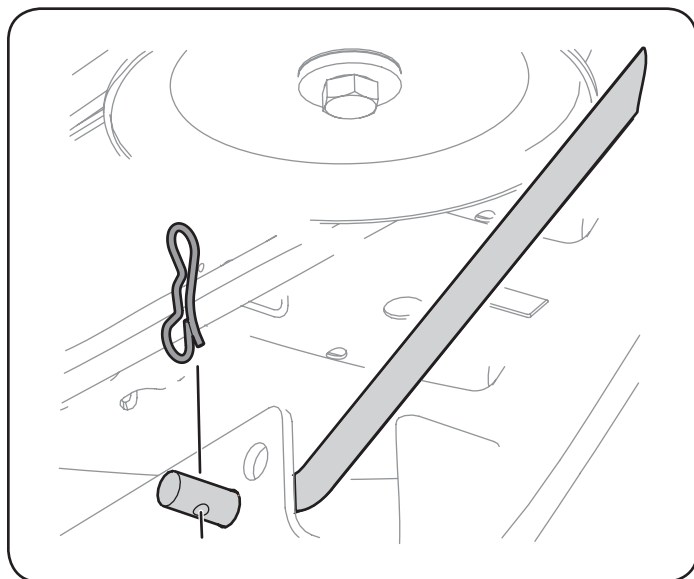

Figura 22
9. Tire del pasador de chaveta hacia afuera de la varilla de elevación delantera de la plataforma que la sujeta a la plataforma. Consulte la Figura 22. Deslice la varilla de elevación de la plataforma fuera del soporte de suspensión frontal.